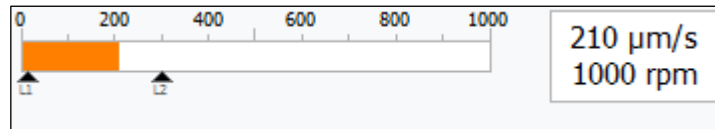

Bild 6-31 Widget „Unwucht Balkenanzeige“, Unwucht oberhalb 20 % des Messbereichs
- Liegt der aktuelle Unwuchtwert oberhalb von 20 % des gewählten Messbereichs, zeigt die Skala den gesamten Messbereich an (siehe Bild 6-31).
- Liegt die aktuelle Unwucht über dem Limit L2, ist der Balken rot (siehe Bild 6-31).